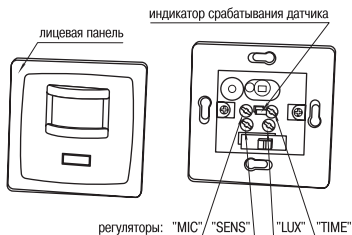

Рисунок 11
5.6.3 Регуляторы «LUX», «TIME», «SENS», «MIC» находятся под лицевой панелью датчика (рисунок 11).
Индикатор срабатывания датчика (рисунок 11) при наличии напряжения в сети горит оранжевым светом. При срабатывании датчика от движения объекта или звука индикатор загорается зеленым светом.